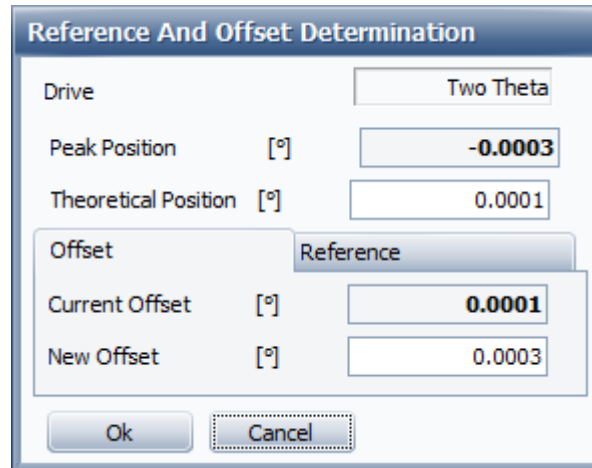

图 6-2
6.3 将探测器臂和光管臂都放到 0， 做探测器扫描。探测器设置为 0D，开口 14mm。扫描范围设置为 $-0.5^{\circ}$  至  $0.5^{\circ}$ （步长  $0.02^{\circ}$ ），测量完后打开 commander 目录下的 reference and offset determination，选择 Offset，在 Theoretical Position 中输入 0，点击 OK offset 探测器端的参考位置。（图 6-2）。